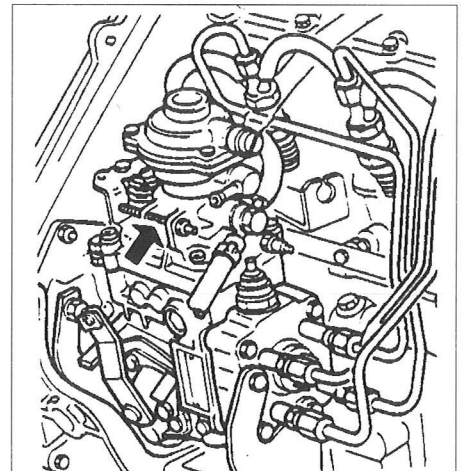

Fig. 32
2.2.7.4. Ajustagem do ralenti (Fig. 32).